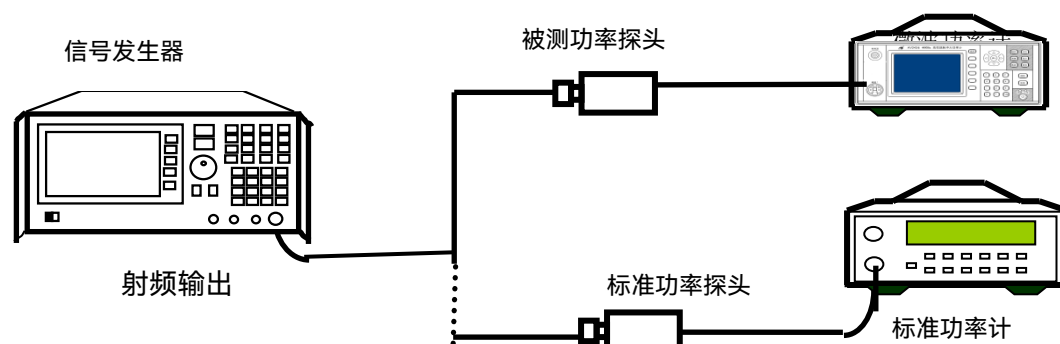

图 7.7 峰值功率探头脉冲功率测量范围的测试
- 1) 开机预热至少 30 分钟，将配接 81702 系列或 81703 系列峰值功率探头的微波功率计和标准功率计分别进行校准后，按图 7.7 连接设备。
测试框图如图 7.7 所示。
- 1) 开机预热至少 30 分钟，将配接 81702D 峰值功率探头的微波功率计和标准功率计分别进行校准后，按图 7.7 连接设备。